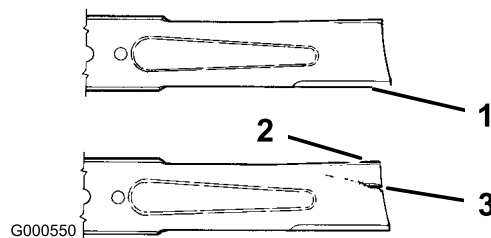

Figura 37
1. Inspeccione los filos de corte (Figura 37). Si los bordes no están afilados o tienen mellas, retire las cuchillas y afílelas; consulte *Cómo afilar las cuchillas*.
2. Inspeccione las cuchillas, especialmente la parte curva (Figura 37). Si observa daños, desgaste o la formación de una ranura en esta zona (elemento 3 en la Figura 37), instale inmediatamente una cuchilla nueva.